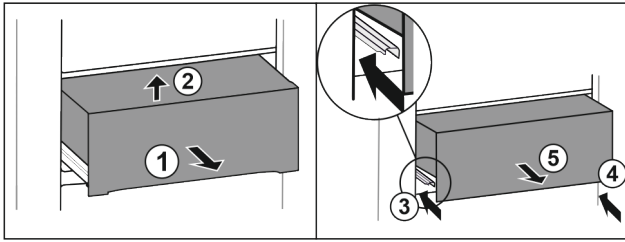

Fig. 38*
- ▶ Витягніть ящик на половину Fig. 38 (1).*
- ▶ Підняти вперед Fig. 38 (2).*
- ▶ Вставити ліву рейку Fig. 38 (3).*
- ▶ Вставити праву рейку Fig. 38 (4).*
- ▶ Вийняти висувний ящик рухом вперед Fig. 38 (5).*